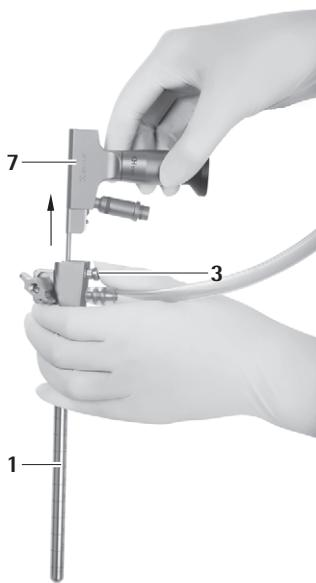

Fig. 11
- ▶ Presser le bouton de déverrouillage 3 et retirer l'endoscope 5 hors du trocart MINOP InVent 1, voir Fig. 11.